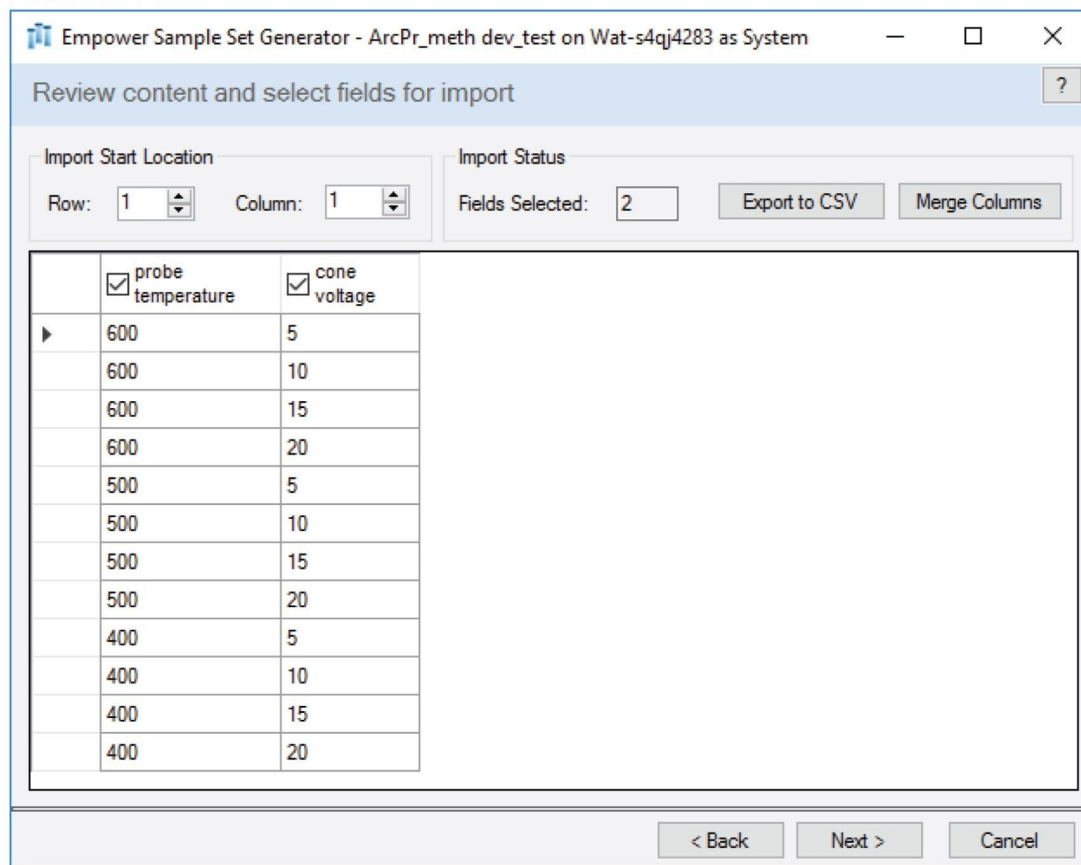

図 1. Empower SSG を使用したクロマトグラフィーメソッドの作成。CSV ファイル (A) をインポートし、実験計画 (B) をレビューします。
- QDa 変動要因が含まれているカンマ区切り値 (CSV) ファイルを Empower SSG にインポートしました (図 1)。実験計画には、さまざまなプローブ温度とコーン電圧の MS 条件の組み合わせを含めました。